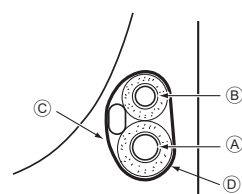

Fig. 4-3
4.3.1. Stockage dans l'espace de tuyauterie de l'appareil (Fig. 4-3)
- (A) Conduit de gaz
- (B) Conduit de liquide
- (C) Câble de connexion intérieur/extérieur
- (D) Bande de feutre ③